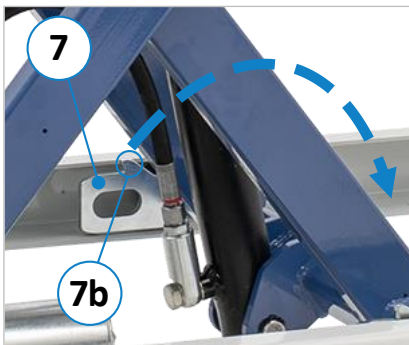

Figure 5 : cliquet d'arrêt
Pour assurer la sécurité, monter la table élévatrice jusqu'à ce que les deux cliquets d'arrêt (7) puissent être rabattus. Rabattre alors manuellement les cliquets d'arrêt (7) de 180° (voir flèche sur la figure), de sorte que les mécanismes d'arrêt (7b) s'enclenchent d'eux-mêmes dans les points d'arrêt existants du cadre, voir ⇒ Figure 5.